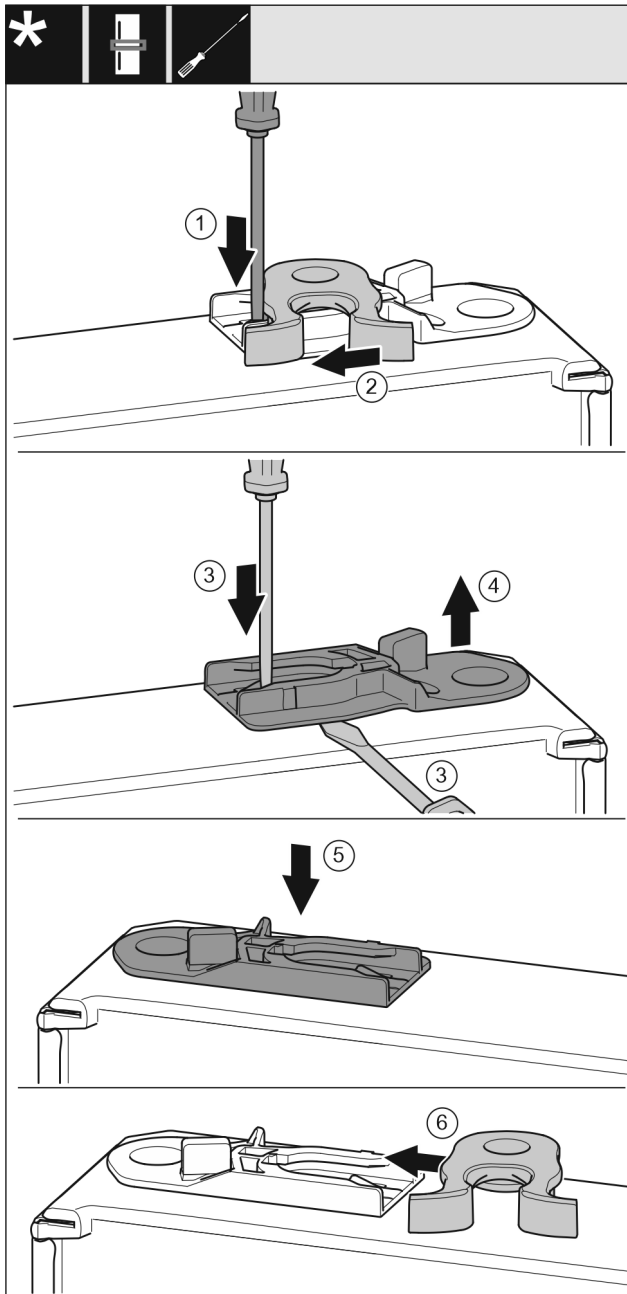

Fig. 21
- ▶ Nyomja le a fedőlemezt Fig. 21 (1) lapos csavarhúzóval.
- ▶ Húzza ki a záróhorgot Fig. 21 (2) a vezetősínből.
- ▶ Húzza ki a vezetőhüvelyt Fig. 21 (3, 4): Nyomja a fedőlemezt lapos csavarhúzóval, és közben nyúljon lapos csavarhúzóval a vezetőhüvely alá.
- ▶ Tolja be a kiszállított csomagban található vezetőhüvelyt Fig. 21 (5) a ház másik oldalára.
- ▶ Tolja be a záróhorgot Fig. 21 (6) a vezetősínbé.